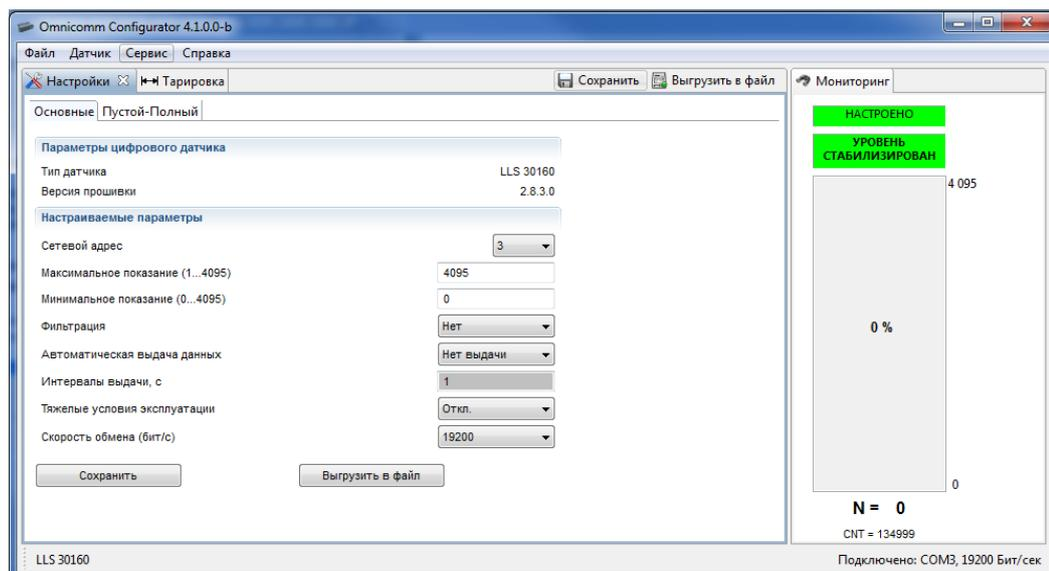

Рисунок 10
- 2) Запустить программу Omnicomm Configurator. Откроется главное окно программы (Рисунок 10), в котором отображены текущие настройки подключенного изделия.
- 3) Если все параметры указаны верно, в главном окне программы отобразятся текущие настройки изделия и в нижней части окна появится надпись: «Подключено» (Рисунок 10).
3) Запустить программу Omnicomm Configurator. Откроется главное окно программы (Рисунок 10), в котором отображены текущие настройки подключенного изделия.